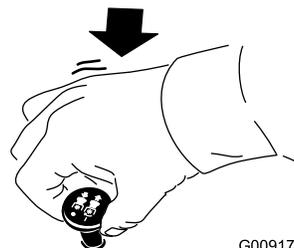

Figure 17
4. Placez la commande des lames (PDF) en position DÉSENGAGÉE (Figure 17).